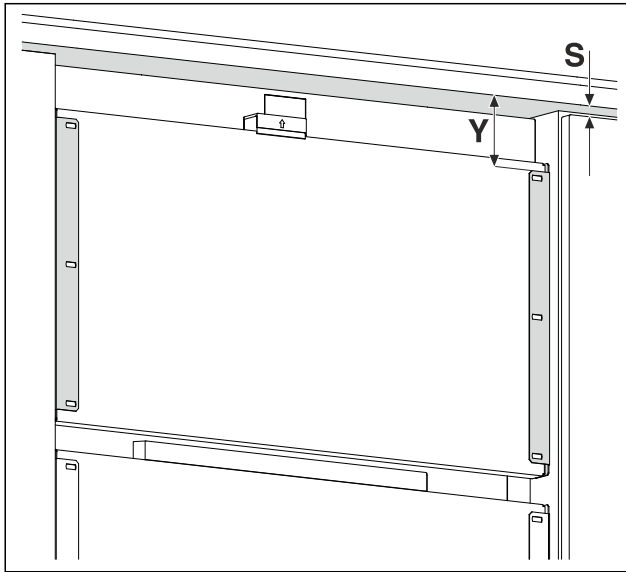

Fig. 15 Voorbeeldweergave
- ▶ Meet de afstand Fig. 15 (Y) vanaf de onderkant van het meubelfront tot de bevestigingsbeugel.
- ▶ Meet de afstand Fig. 15 (S) vanaf de onderkant van het meubelfront tot de bovenkant van de meubeldeur.